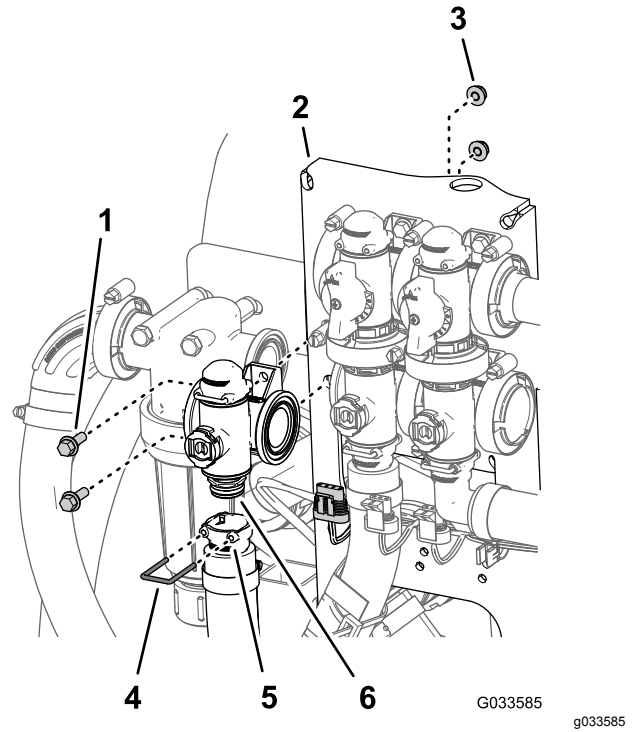

Figura 114
2. Retire la horquilla de retención que sujeta el conector de salida al conector del distribuidor de la válvula de control de caudal (Figura 114).
3. Retire los 2 pernos con arandela prensada ($\frac{1}{4}$ " x $\frac{3}{4}$ ") y las 2 tuercas con arandela prensada ($\frac{1}{4}$ ") que sujetan la válvula de control de caudal al soporte de la válvula, y retire el distribuidor de la válvula de la máquina (Figura 114).